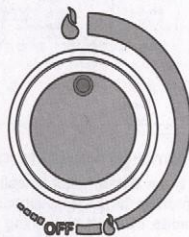

fig. 8A
- Med "A" väljaren i detta läge varmvattenberedare är påslagen med lågan till ett minimum, fortsätter rotationen ökar lågan tills den når den maximala symbolen "⊕" (fig. 8A).